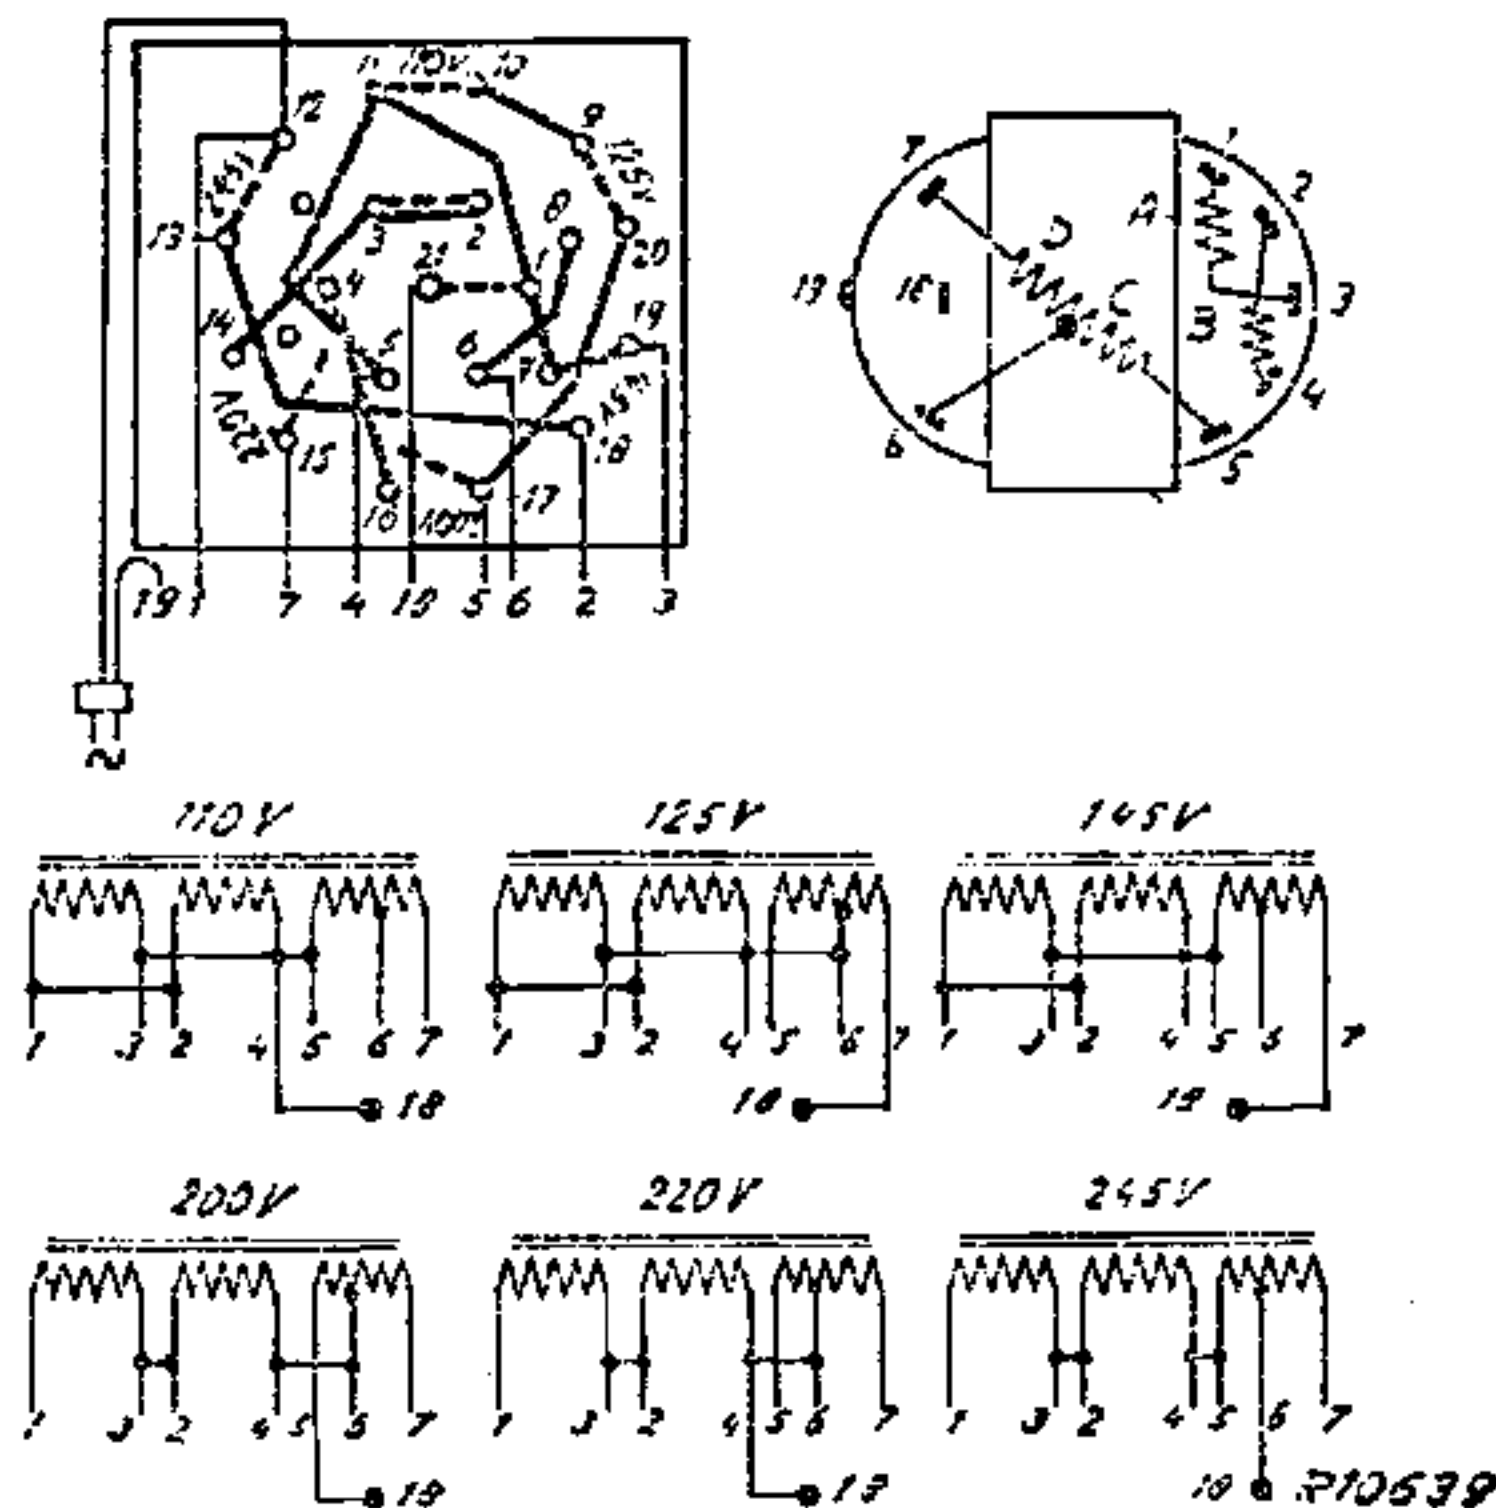

Fig. 5
2. 15° mal aanbrengen (zie fig. 5) en variable condensator voorzichtig er tegen aan draaien.